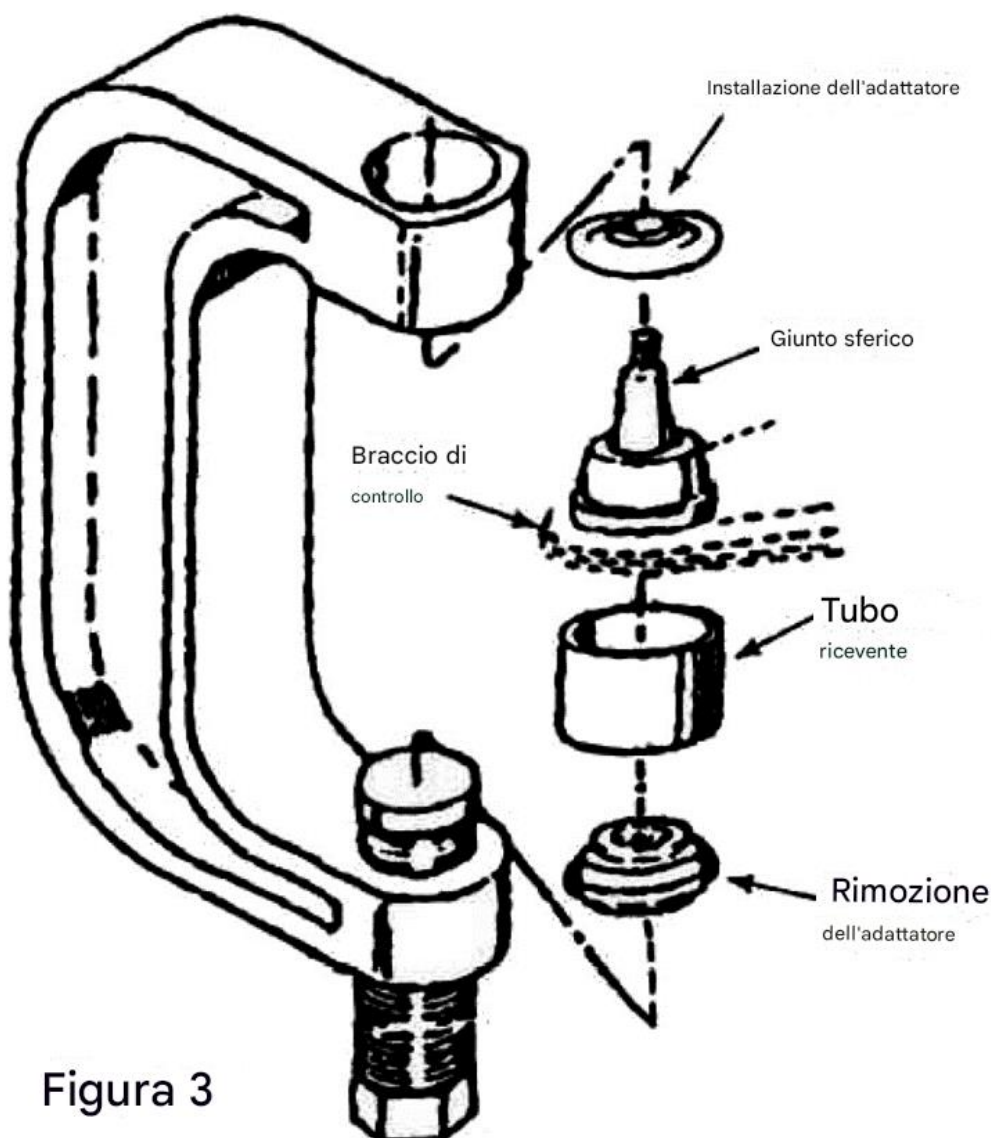

Figura 3
1. Installa la pressa per giunti sferici sul braccio di controllo, come mostrato nella figura 3. Scegli un tubo di ricezione della dimensione appropriata (pos. 6, 7 o 8) e posizionalo sotto il giunto sferico del veicolo (vedi Figura 3).